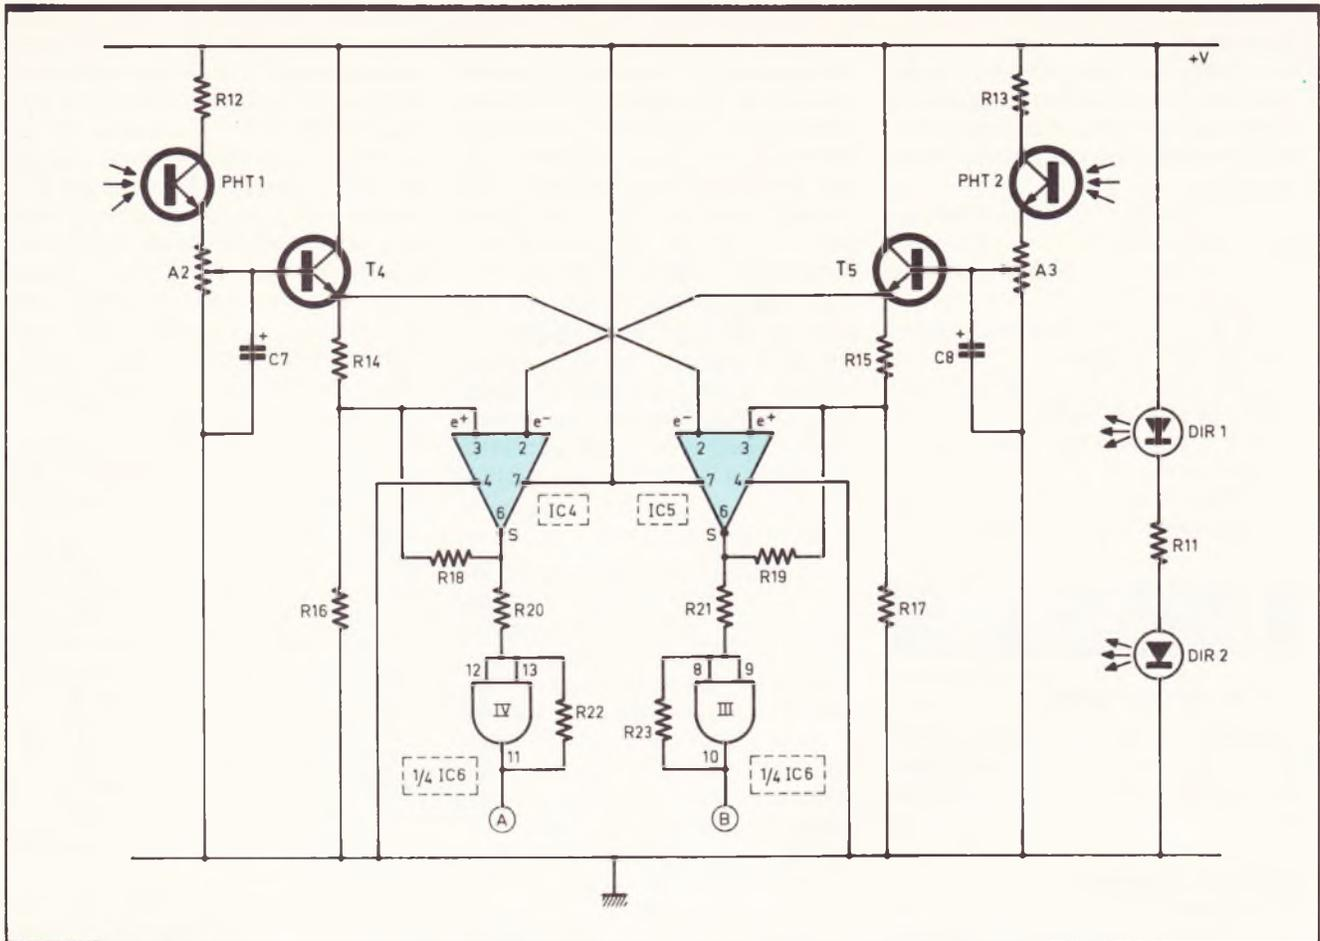

Fig. 3 Dispositif suiveur de l'aiguille du baromètre.
c) Dispositif opto-électronique suiveur d'aiguille (fig. 3)
d) Comparaison des tensions issues du dispositif optoélectronique (fig. 3)